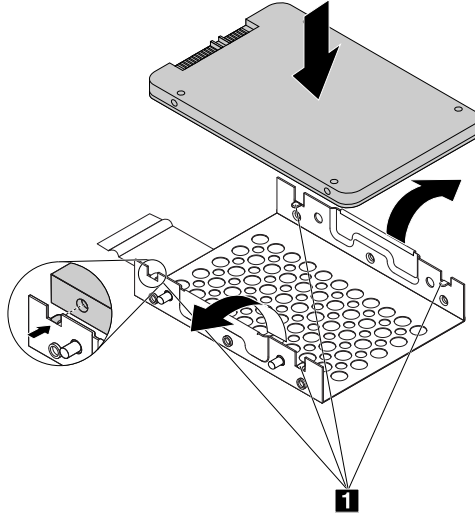

図71. ストレージ・ドライブをコンバーターの金属製ブラケットに取り付ける
6. 新しいストレージ・ドライブをコンバーターに取り付けます。115 ページの 図 71 「ストレージ・ドライブをコンバーターの金属製ブラケットに取り付ける」を参照してください。